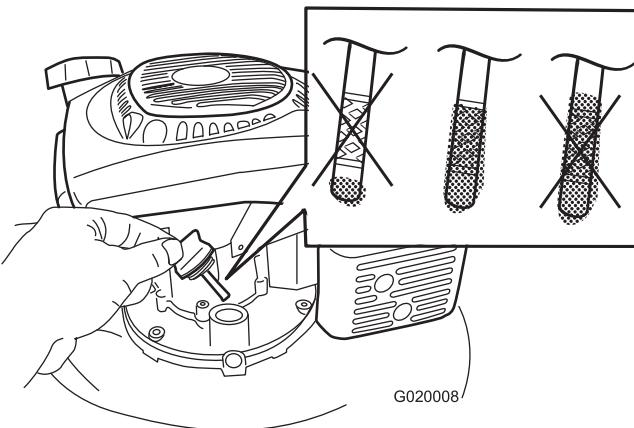

Figure 5
1. Retirez la jauge (Figure 5).
Remarque: Chaque fois que vous vérifiez le niveau d'huile, sortez la jauge et essuyez-la sur un chiffon propre, remettez-la dans le goulot de remplissage (**sans** la visser), puis ressortez-la et vérifiez le niveau (Figure 5).